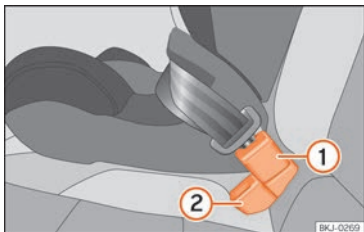

Abb. 30 Position des Gurtschlössers auf der Rücksitzbank
- Gurtschloss für den mittleren Sitzplatz »» **Abb. 30** ① hinter dem Gurtschloss für den äußeren Sitzplatz »» **Abb. 30** ② anbringen.
- Schlosszunge des Sicherheitsgurts des mittleren Sitzplatz in das Gurtschloss für den mittleren Sitzplatz »» **Abb. 30** ① stecken, bis es hörbar einrastet.
- Damit die Gurte richtig eingelegt sind, sollten die Gurtschlösser nicht verdreht werden »» **Abb. 30**.